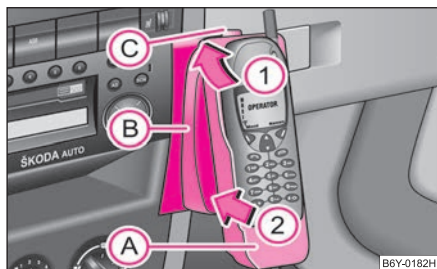

Fig. 98 Pré-équipement téléphonique universel pour le téléphone
- Placez d'abord l'adaptateur sans le téléphone dans le support (B) dans le sens de la flèche (1) ⇒ fig. 98, jusqu'à ce que l'adaptateur touche la butée. Poussez ensuite légèrement l'adaptateur dans le sens de la flèche (2) jusqu'à ce qu'il soit fixé.
- Installez le téléphone dans l'adaptateur (A) (conformément aux instructions du fabricant) et mettez le contact.